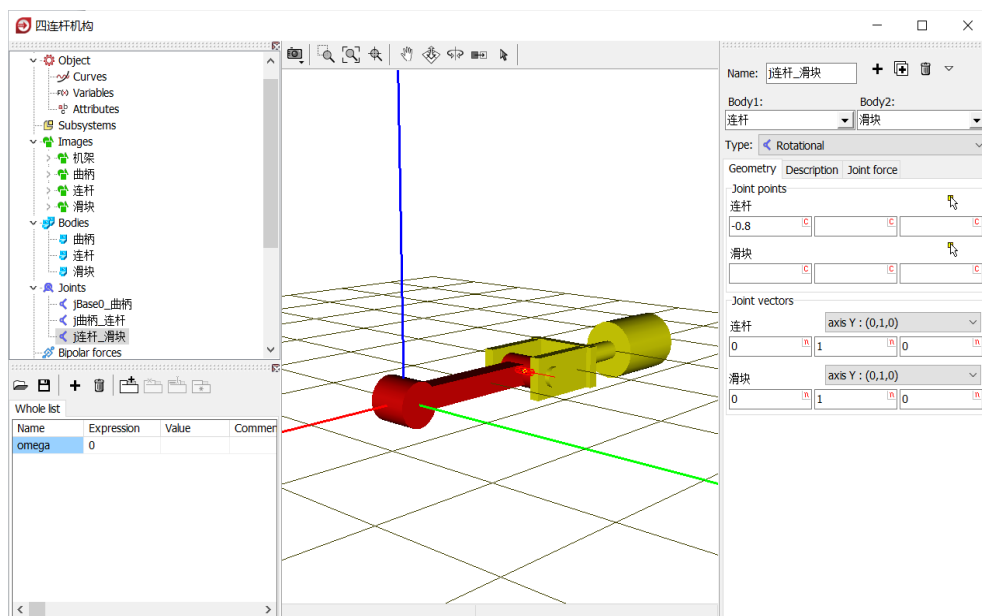

图 2-58
- 14) 创建第三个铰, **Body1** 选择**连杆**, **Body2** 选择**滑块**, **Type** 选择 **Rotational**, **Joint points** 分别为 $(-0.8, 0, 0)$ 和 $(0, 0, 0)$, **Joint vector** 都选择 **Y** 轴, 如图 2-58。表示将滑块的原点与连杆局部坐标系的点 $(-0.8, 0, 0)$ 重合, 滑块绕通过该点与连杆局部坐标系 Y 轴平行的 Y' 轴可以转动, 并且滑块的 Y 轴与之平行 (重合)。